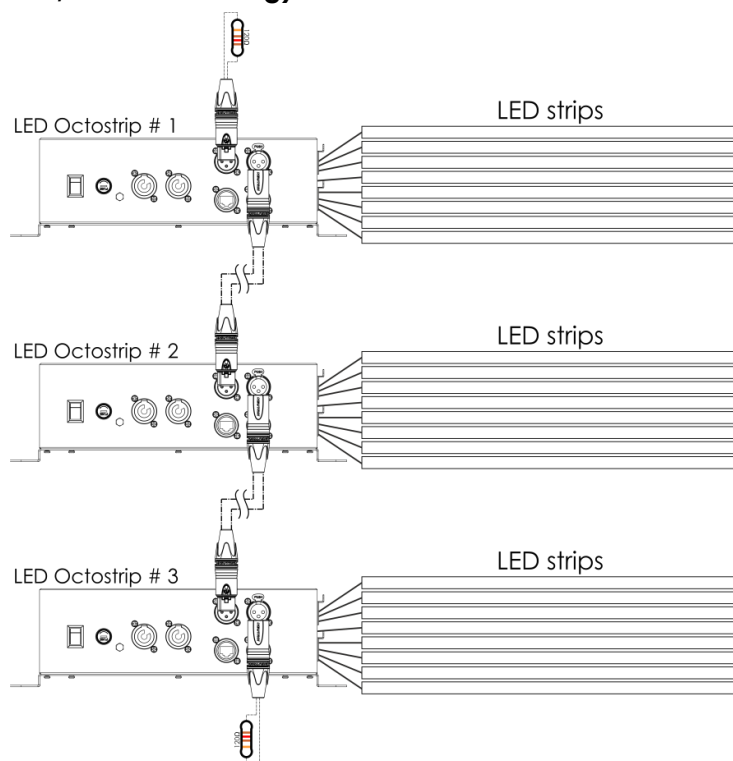

Abb. 04
- 03) Verbinden Sie die Geräte wie in Abb. 04 abgebildet. Schließen Sie den DMX-Ausgang des ersten Geräts mit einem DMX-Kabel an den Eingang des zweiten Geräts an. Wiederholen Sie diesen Vorgang, um das zweite, dritte und vierte Gerät ebenfalls zu verbinden.